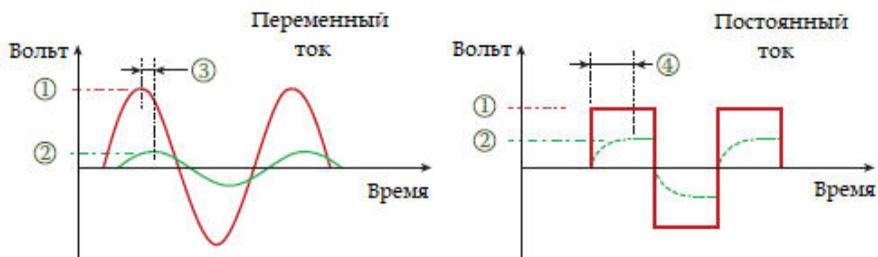

Рис. 2.4
Напряжения, подаваемого на магнитные катушки для системы переменного тока синусоидальной волны и для системы постоянного тока прямоугольной формы, на рисунке красным (1) (Рисунок 2.4). Напряжение, измеренное на электродах (при условии постоянного потока), показано зеленым цветом (2). В обеих системах существует своего рода время задержки, когда направление